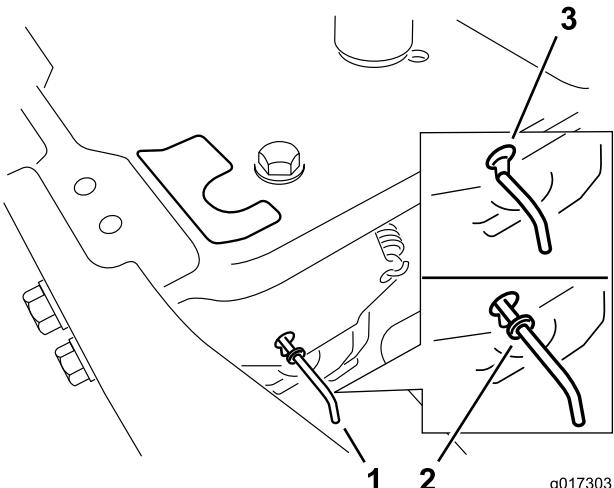

Figura 25
- Mueva las palancas de desvío hacia adelante a través del orificio y hacia abajo para bloquearlas en esa posición, según se muestra en Figura 25. Asegúrese de hacer lo mismo con cada palanca.
Mueva las palancas de desvío hacia atrás a través del orificio y hacia abajo para bloquearlas en esa posición, según se muestra en Figura 25. Asegúrese de hacer lo mismo con cada palanca.